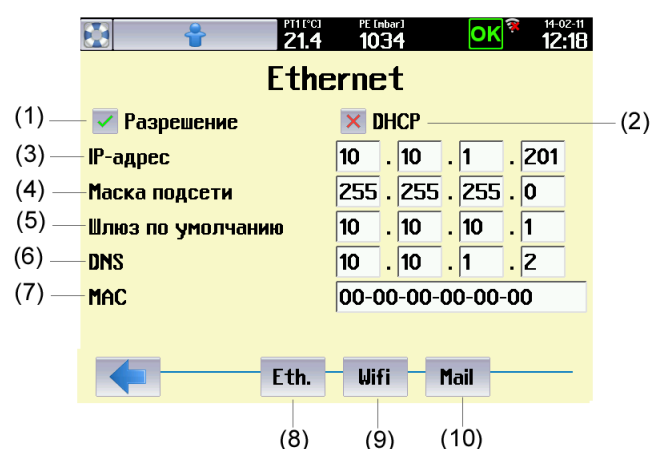

Рис. 33
Интерфейс связи позволяет присоединение устройства к локальной сети. Пример настройки приведен на рис. 33.
- (1) Активация WiFi
- (2) Автоматическое назначение IP-адреса сервером DHCP
- См. (2), рис. 33.
- (3) IP-адрес устройства
- (4) Маска подсети
- (5) Шлюз по умолчанию
- (6) DNS
- (7) Активация веб-сервера